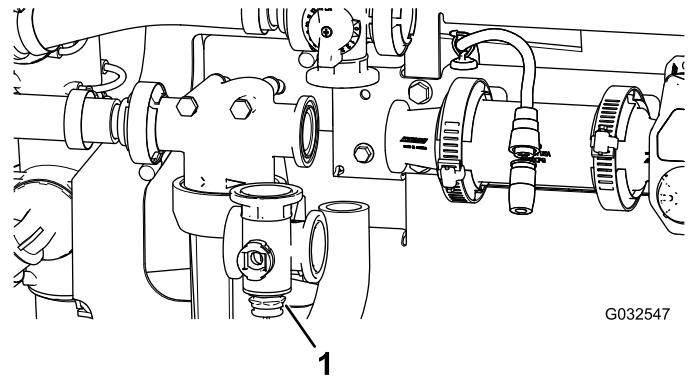

Figura 98
2. Retire el distribuidor de la válvula de agitación de la máquina (Figura 98).